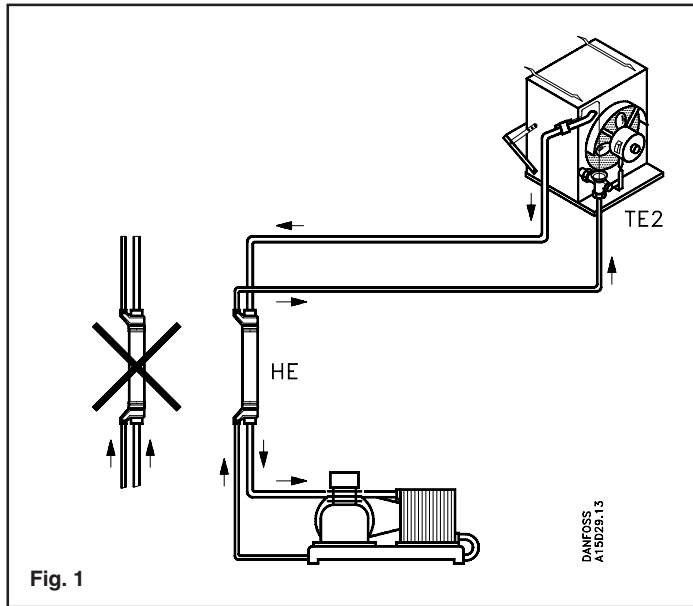

Fig. 1
HE monteres da som vist i fig. 1.
In this case, HE is fitted as shown in fig. 1.
HE ist dann so zu montieren, wie in Abb. 1 dargestellt.
- Dans ces cas, monter le type HE comme le montre la fig. 1.
- Il tipo HE viene quindi montato come mostra la fig. 1.